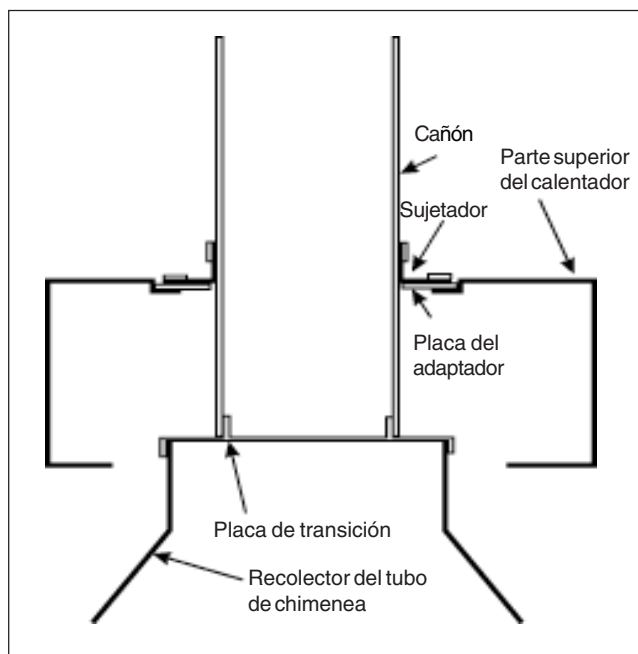

Figura 41. Instalación terminada
15. En la Figura 41 se muestra una sección transversal de la instalación terminada.